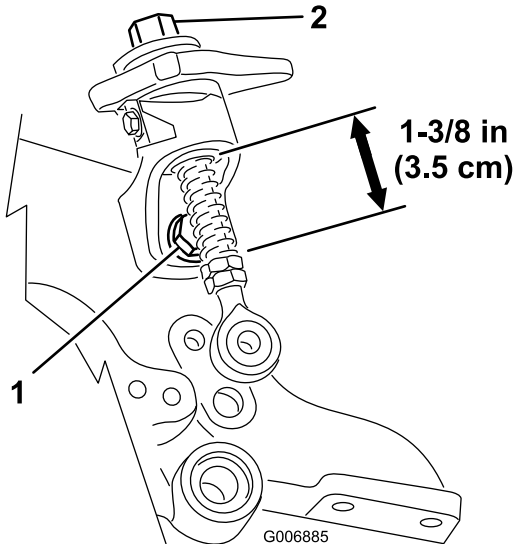

Figura 47
2. Afloje el perno de montaje de la palanca de elevación rápida y asegúrese de que la varilla roscada está alineada y que no roza la rampa inferior de elevación rápida (Figura 47). Vuelva a apretar los pernos.
3. Compruebe la longitud de los muelles de las varillas roscadas; debe ser de 3,5 cm (Figura 47).
4. Si el pomo de ajuste de altura no gira libremente, el casquillo puede estar sucio (Figura 47). Limpie el casquillo si fuera necesario.